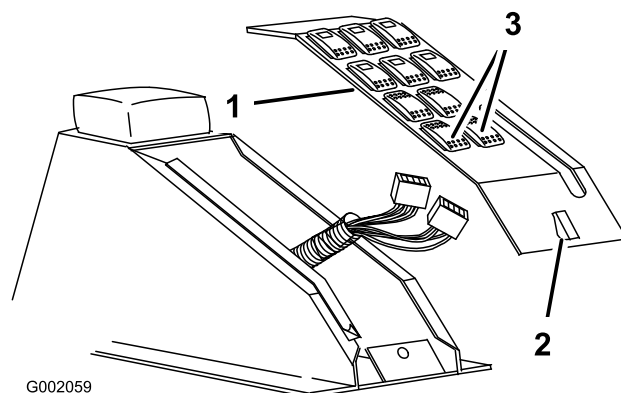

Figura 26
2. Liberte o trinco e retire o conjunto do painel de interruptores da consola central (Figura 26).